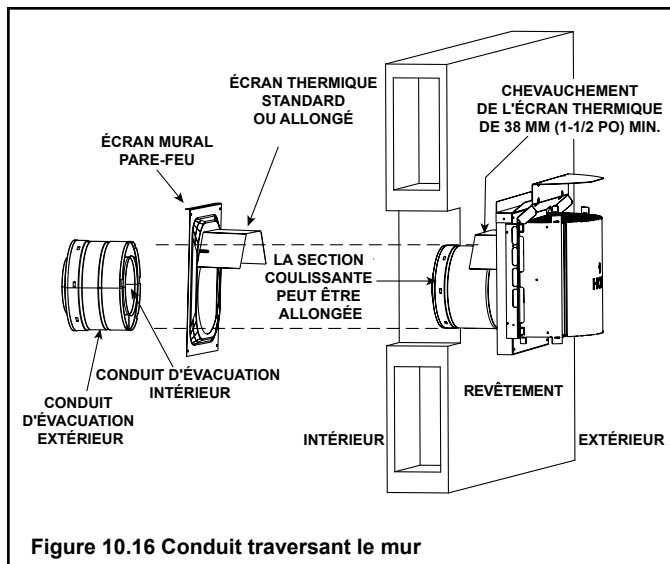

Figure 10.16 Conduit traversant le mur
- **NE PAS** enlever les écrans thermiques fixés à l'écran mural pare-feu et au chapeau de l'extrémité du terminal horizontal (présenté à la figure 10.16).
L'écran thermique est en deux parties. L'une des parties a été fixée à l'écran mural pare-feu lors de la fabrication. L'autre partie a été fixée au chapeau de l'extrémité lors de la fabrication. Voir la figure 10.16.